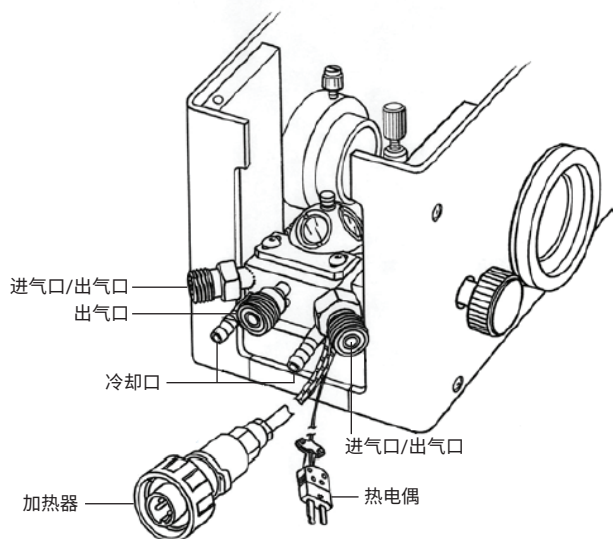

图 3. 安装在 Praying Mantis 附件中的高温反应室
3. 在室温 (RT) 下采集基线 PTFE 光谱。标准采样杯 (直径 6.3 mm) 中装满 PTFE，然后使用平刀片使表面平整。调整样品台的高度以尽可能提高检测器的信号
6. 为了进行温控实验，需要对高温反应室进行多处连接 (图 3)，如下所示：